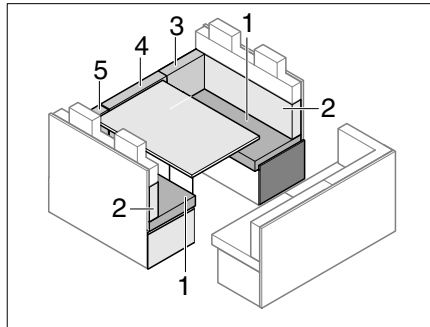

Fig. 197 Avant la transformation
- Enlever les coussins de dossier (Fig. 197,3,4 et 5) et les placer de côté.